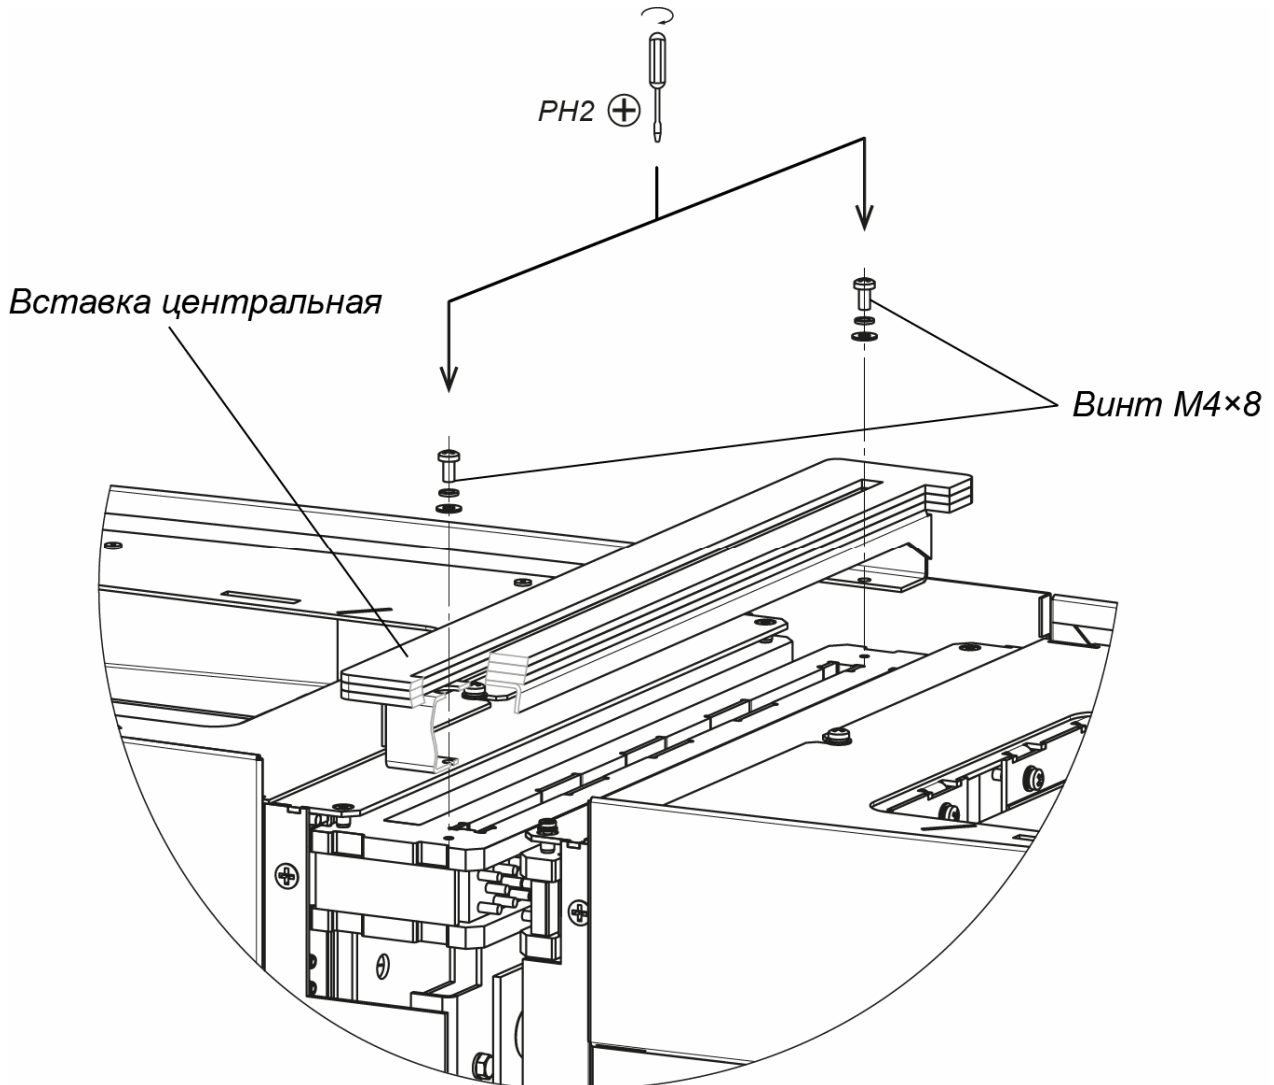

Рисунок 22. Монтаж вставки центральной
- Установите центральную вставку (4) (см. разд. 8.7.4, рис. 22).
2. Отверткой с крестообразным шлицем PH2 вкрутите два винта M4×8 (см. рис. 22) с шайбами (при поставке вкручены по месту установки).